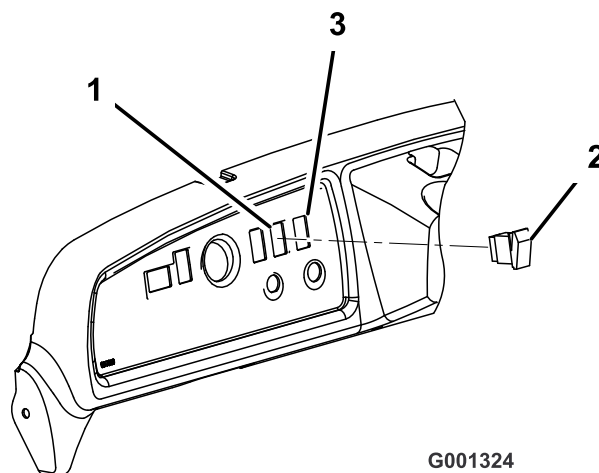

Figura 9
- Enchufe el interruptor en el conector para accesorios del salpicadero. Introduzca el interruptor en el hueco abierto en el salpicadero (Figura 9).
- Retire el tapón del hueco del lado derecho del salpicadero (Figura 9).
- Conecte el interruptor en el conector del arnés del salpicadero. Introduzca el interruptor en el hueco del salpicadero (Figura 9).